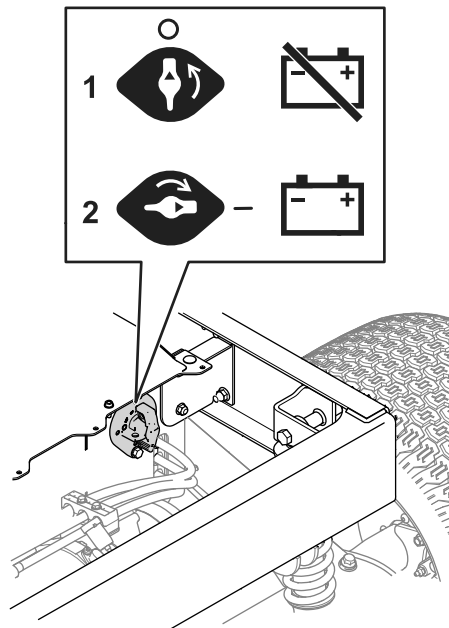

Bild 36
3. Bringen Sie den Akkutrennschalter in die gewünschte Position, wie in Bild 36 dargestellt.